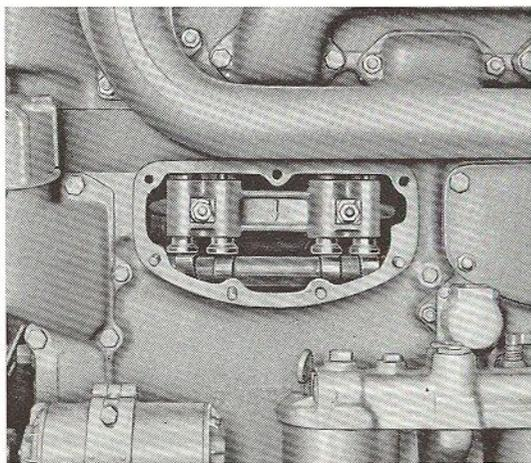

Fig. 39. - Accès aux poussoirs de commande des soupapes.
- Faites virer l'arbre à cames jusqu'à balancer les poussoirs de commande des soupapes du cylindre n. 1 (voir fig. 39).